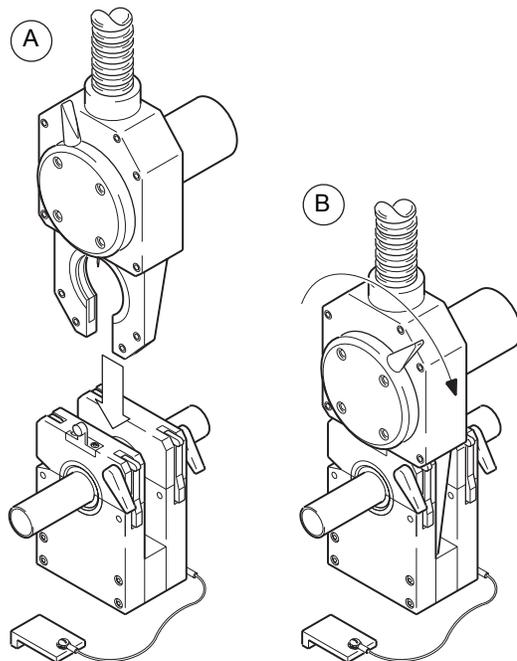

Abbildung 25 Zusammenfügen des Schweißkopfes und des Vorrichtungsblocks
2. Setzen Sie den Schweißkopf in den Vorrichtungsblock. Siehe Abbildung 25(A).
3. Drehen Sie den Verriegelungshebel im Uhrzeigersinn, um den Schweißkopf zu sichern. Siehe Abbildung 25(B).